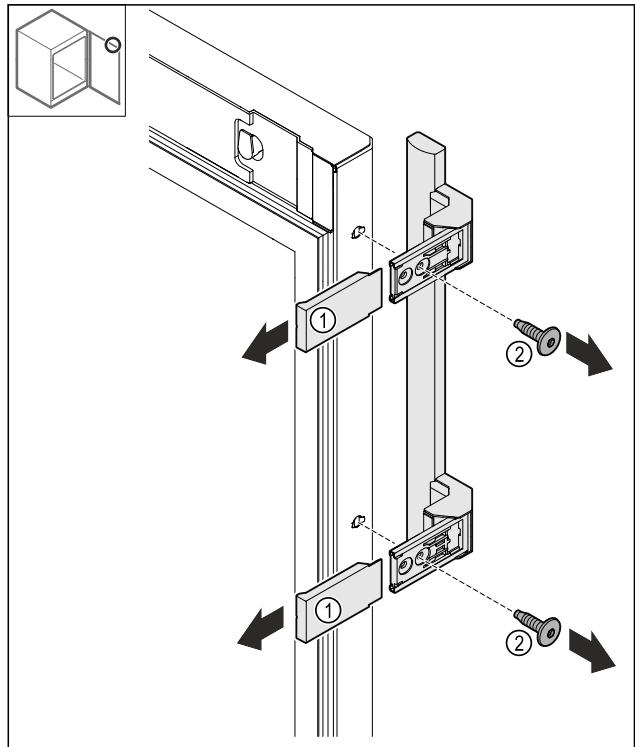

Fig. 15
- Abdeckungen Fig. 15 (1) abziehen.
- Schrauben Fig. 15 (2) lösen.